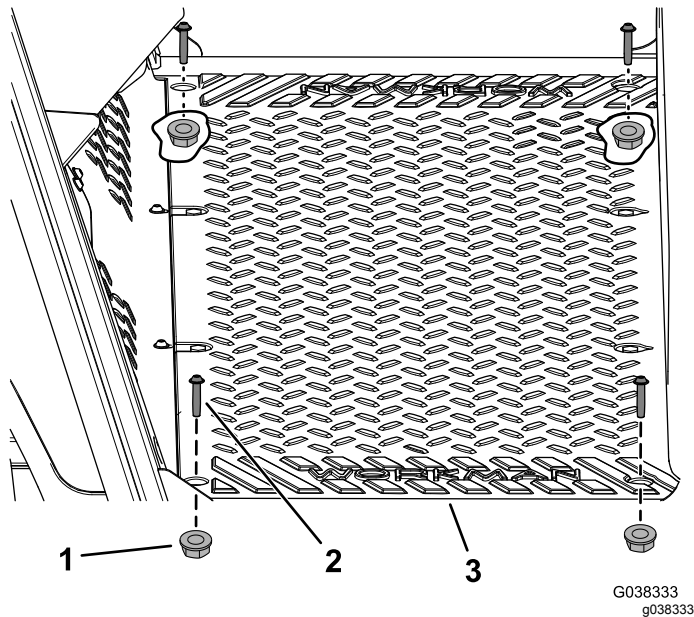

Figura 2
1. Retire os quatro parafusos (¼ pol. x 1¼ pol.) e quatro porcas (¼ pol.) da placa do piso (Figura 2).
7. Instale os quatro parafusos (¼ pol. x 1¼ pol.) e quatro porcas (¼ pol.) previamente removidos na placa do piso (Figura 2).